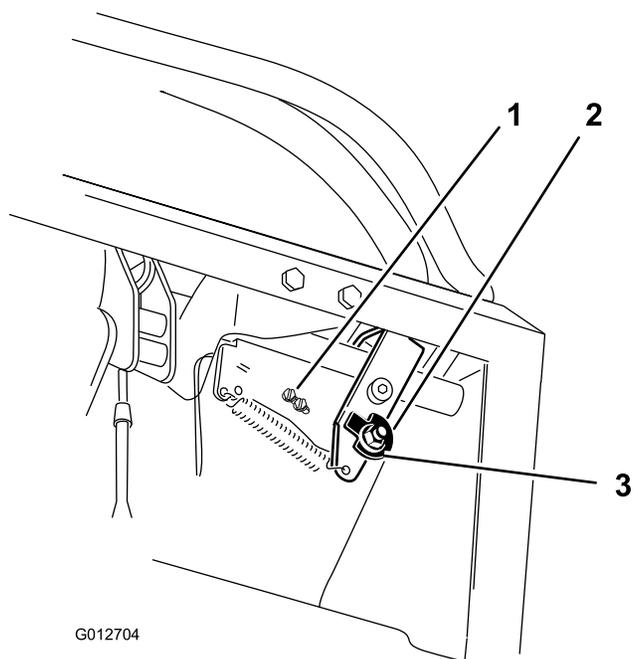
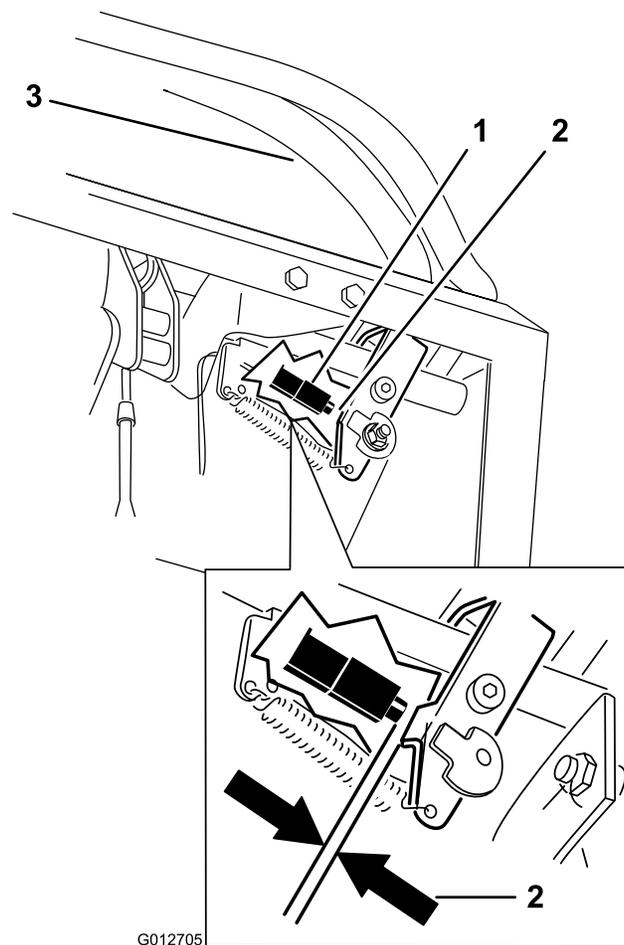

Figure 70
Figure 71
7. Desserrez l'écrou de fixation de la came (Figure 70).
10. Vérifiez l'écartement entre le levier de commande et l'interrupteur comme illustré à la Figure 71. L'écartement doit être de 3 mm lorsque le levier de commande de déplacement droit est au point mort, en position déverrouillée.
11. Au besoin, desserrez les vis de fixation de l'interrupteur et réglez l'interrupteur (Figure 70 et Figure 71).